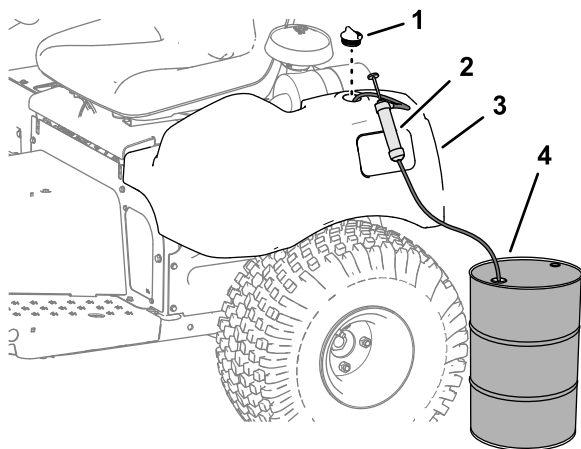

図 43
1. 油圧タンクからキャップを取り外す (図 43)。
2. 油圧タンクから作動油をポンプで送る 図 43。